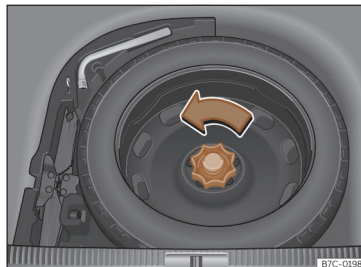

Fig. 223 Na bagageira: piso de carga levantado.
- Mova a roda no sentido contrário ao dos ponteiros do relógio»» **Fig. 223**.